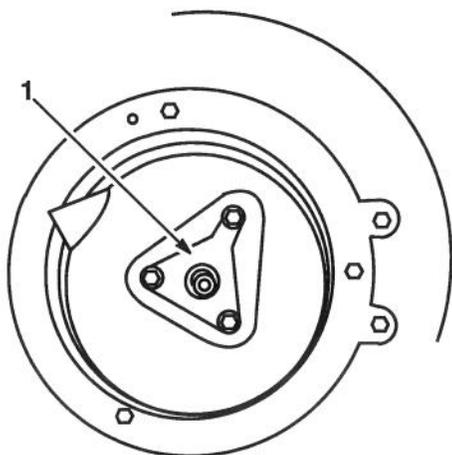

Figure 39
11. Installer le pot d'échappement et le support du vilebrequin sur la plaque de montage du moteur (Fig. 39).